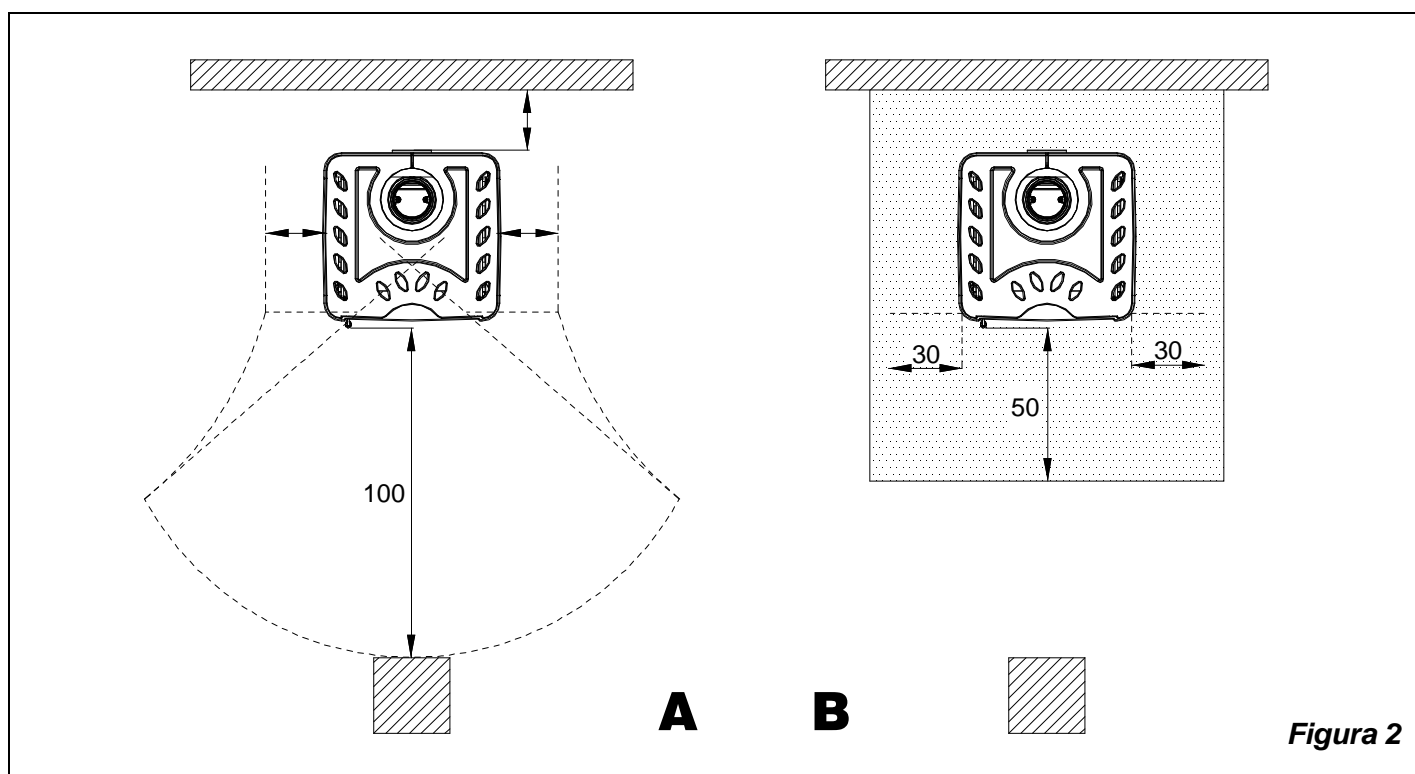

Figura 2
- Al fine di assicurare un sufficiente isolamento termico, rispettare la distanza minima di sicurezza dal retro e da entrambi i lati da elementi costruttivi ed oggetti infiammabili e sensibili al calore (mobili, rivestimenti di legno, stoffe ecc.) (vedi Figura 2 - A). **Tutte le distanze minime di sicurezza sono indicate sulla targhetta tecnica del prodotto e NON si deve scendere al di sotto dei valori indicati.**
- qualora il prodotto venga installato su un pavimento di materiale infiammabile, bisogna prevedere un sottofondo ignifugo. **I pavimenti in materiale infiammabile**, come moquette, parquet o sughero etc., **devono essere sostituiti** da uno strato di materiale non infiammabile, ad esempio ceramica, pietra, vetro o acciaio etc. (dimensioni secondo l'ordinamento regionale). **Nel caso in cui la sostituzione del pavimento non sia possibile, l'apparecchio deve essere posizionato sopra una lastra di pietra o cemento spessa almeno 12 cm.** Il sottofondo deve sporgere frontalmente di almeno **50cm** e lateralmente di almeno **30cm** oltre all'apertura della porta di carico. (vedi Figura 2 B)